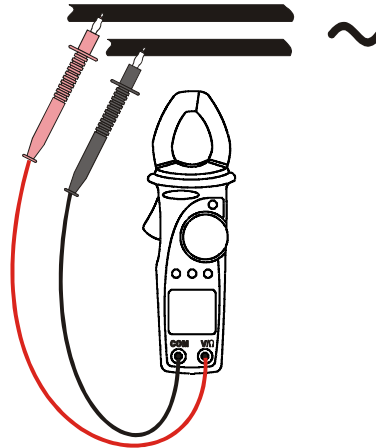

Fig. 7: análisis armónicos del voltaje
4. Posicione las puntas de prueba en el punto deseado del circuito en examen (ver la Fig. 7). El instrumento visualizará el símbolo “**THD%**” correspondiente a la medida porcentual de la Distorsión Armónica Total de la voltaje en examen (para conocer el significado de los parámetros medidos vea el capítulo 8).